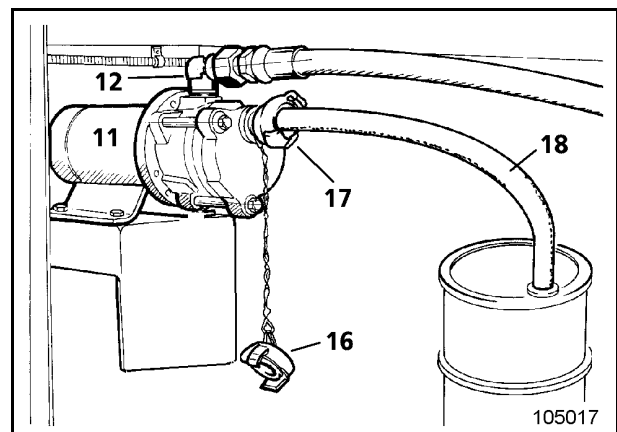

Fig. 2-31
- ➔ Verschlußdeckel (16, Fig. 2-31) von der Schnellverschlußkupplung (17) lösen.
- ➔ Füllschlauch (18) an die Schnellverschlußkupplung (17) anschließen und in den Kraftstoff-Vorratsbehälter einführen. Die Elektropumpe der Betankungsanlage wird mit dem Schlüsselschalter (14) eingeschaltet.